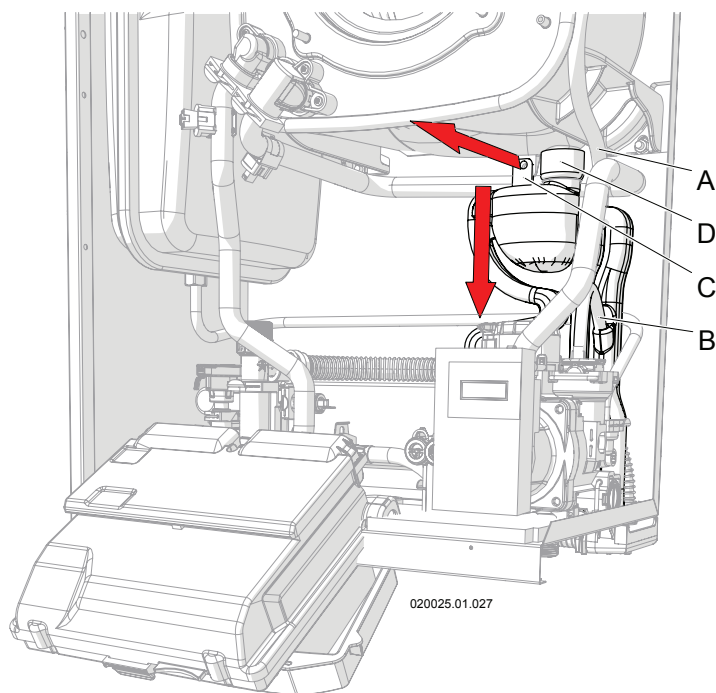

Figura 8-6 - Smontaggio sifone raccogli condensa
- 4.-sfilare verso l'esterno il supporto "C" dal sostegno di tenuta (Figura 8-6);